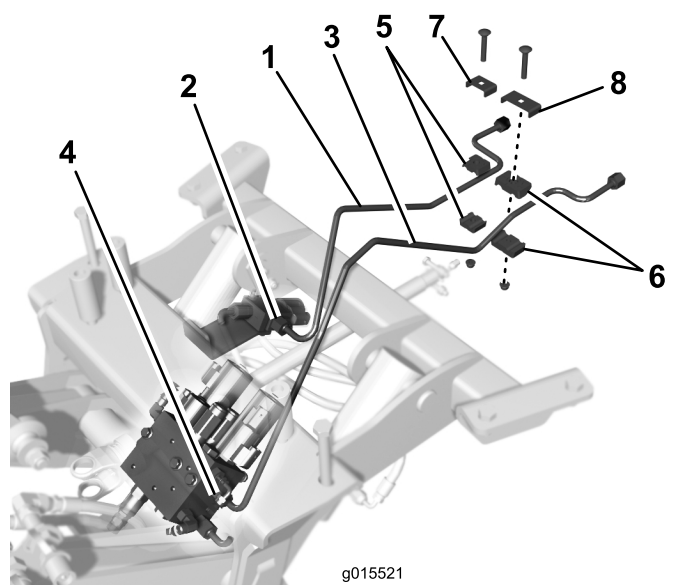

図 9
3. 短い油圧チューブの後端部を、マシンのチューブに接続する 図 9。
4. 長い油圧チューブの後端部を、マシンのチューブに接続する 図 9。
6. 短い油圧チューブを近くのマシン側のチューブに接続する小さいクランプ、プレート、キャリッジねじ、フランジナットを使用し、 図 9 のように取り付ける。
7. 長い油圧チューブを近くのマシン側のチューブに接続する大きいチューブクランプ、プレート、キャリッジねじ、フランジナットを使用し、 図 9 のように取り付ける。